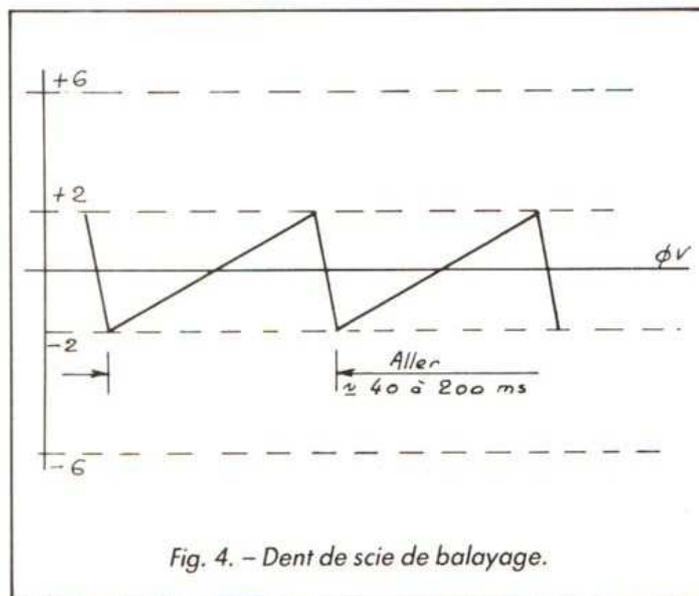
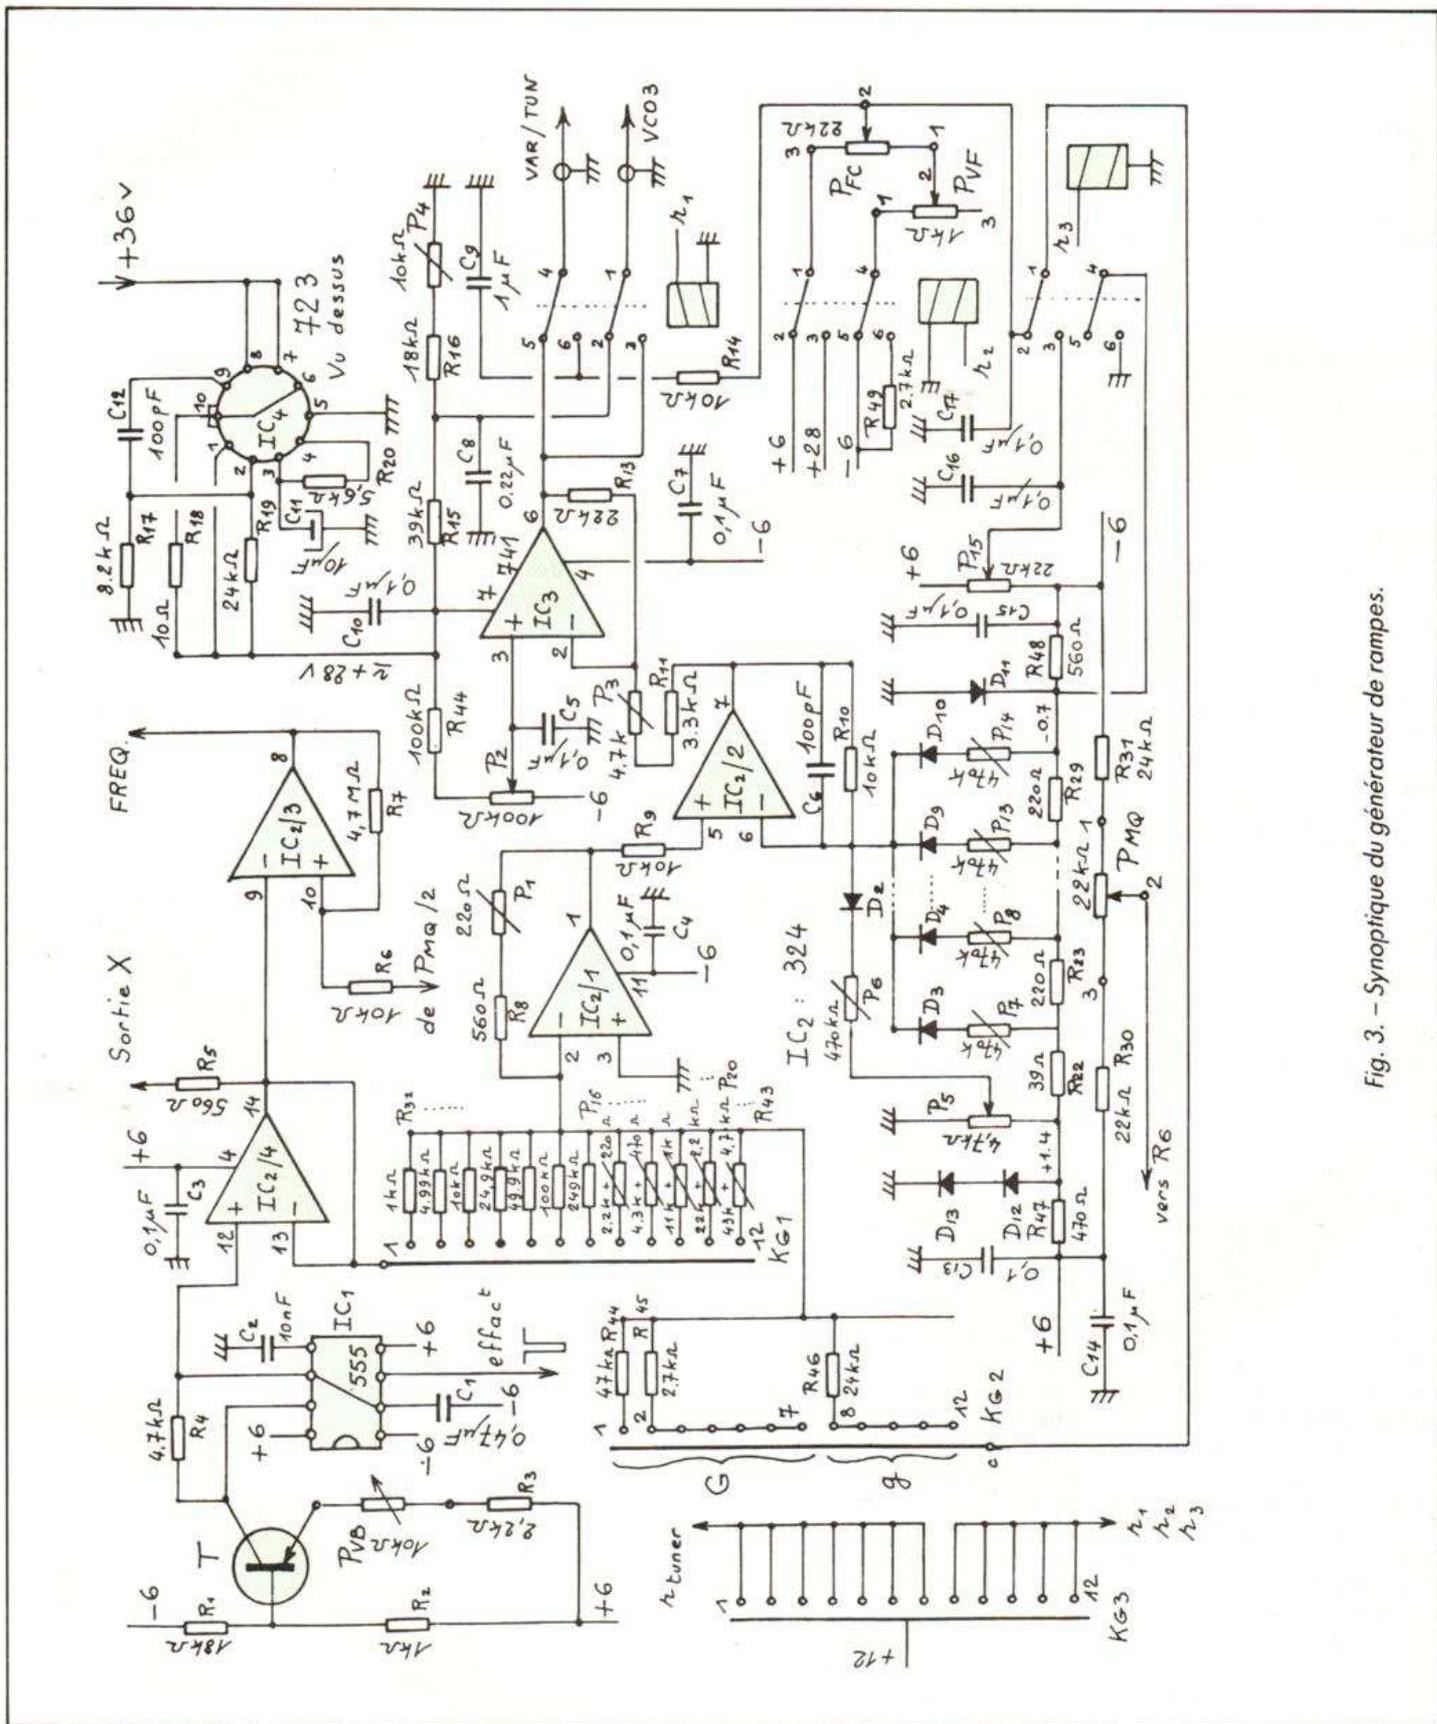

Fig. 4. – Dent de scie de balayage.
Fig. 3. - Synoptique du générateur de rampes.
Se reporter à la figure 3 montrant une certaine complexité ! La rampe linéaire de balayage est générée par IC₁, un banal 555, associé au transistor T, un PNP monté en générateur de courant constant. La valeur de ce courant est déterminée par le réglage du potentiomètre P_{VB}. Le condensateur C₁ se charge ainsi très linéairement à travers R₄ et T, jusqu'à atteindre une tension égale aux 2/3 de la tension d'alimentation de IC₁, connecté entre + et - 6 V. La tension de C₁ monte donc jusque 2/3 (12) + (-6) = 8 - 6 = + 2 V. A ce niveau, IC₁ bascule et décharge C₁ à travers R₄ jusqu'à descendre au 1/3 de la tension d'alimentation, soit 1/3 (12) + (-6) = 4 - 6 = - 2 V. La dent de scie évolue ainsi entre + 2 V et - 2 V, comme on le voit en figure 4.